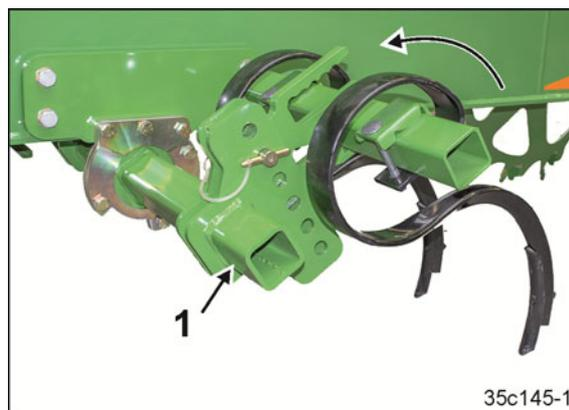

Fig. 213
1. Pivoter l'effaceur de traces du tracteur en position de transport (Fig. 213/1) :